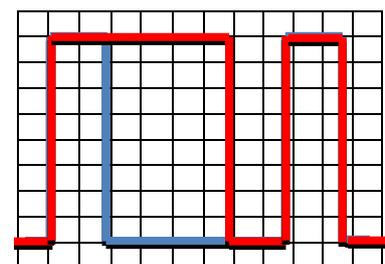

Figure 5 : graphe de commande moteur pour la vitesse  $V_2$
**Q6. Interpréter** le chronogramme de la figure 5 et en déduire la forme du chronogramme de la tension moteur pour la vitesse  $V_4$ .